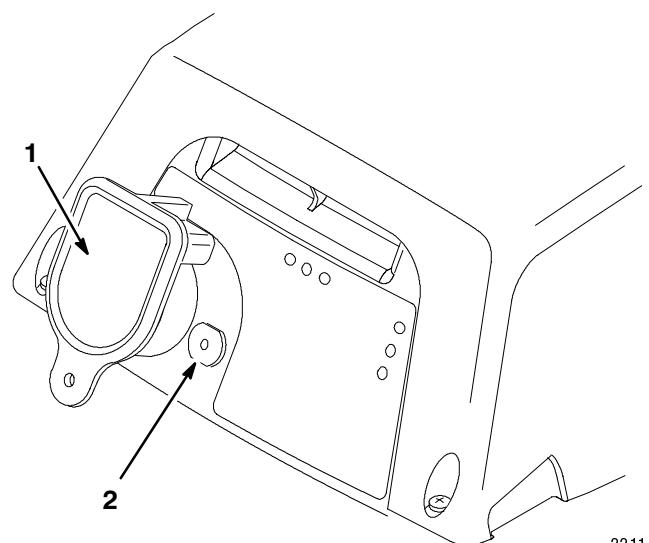

Figure 15
1. Retirer la clé de la prise (Fig. 15).
2. Attendre de 30 secondes à 1 minute avant d'enfoncer le bouton de réenclenchement du disjoncteur (Fig. 15).